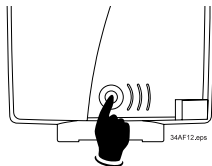

Fig. 2: Bouton de déverrouillage
- Appuyez sur le bouton de déverrouillage au dos du flash (Fig. 2).
- Appuyez sur le bouton de déverrouillage au dos du flash (Fig. 2) et dégagez-le de la griffe porte accessoires.